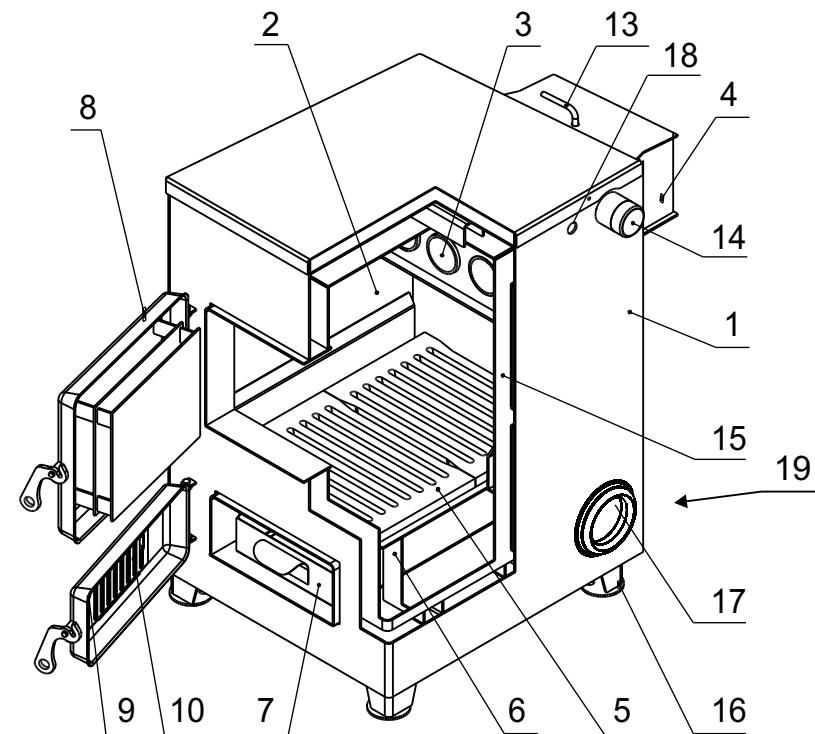

Рис. 1 Котел KOTB
4.6.4. Эксплуатировать котел при неполном заполнении системы отопления водой и с открытыми дверцами (поз. 8,9) (см. рис.1).
5.1. Котел (рис.1) состоит из корпуса (поз. 1), топки (поз. 2), газохода (поз. 3), дымохода (поз. 4). В нижней части топки устанавливаются колосники (поз. 5) на опоры (поз. 6) и зольник (поз. 7). К передней стенке корпуса котла на оси присоединяются загрузочная дверца (поз. 8), поддувальная дверца (поз. 9), через которые производится загрузка топлива, чистка колосниковой решетки (поз. 5) и удаление золы из зольника. Чистка газоходов осуществляется стальным ершиком. В поддувальной дверце котла встроены воздушная задвижка (поз. 10) для регулировки подачи воздуха в топку.